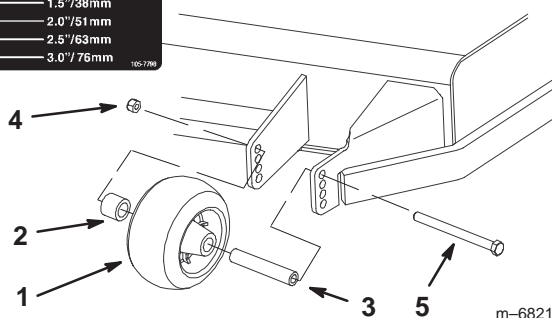

Figure 19
2. Après avoir réglé la hauteur de coupe, réglez les galets en retirant l'écrou à collerette, la bague, l'entretoise et le boulon (Fig. 19).
3. Choisissez le trou pour que le galet de protection du gazon se trouve le plus près possible de la hauteur de coupe correspondante voulue (Fig. 19).
4. Posez l'écrou à collerette, l'entretoise, la bague et le boulon. Serrez à 54–61 Nm (40–45 pieds-livres) (Fig. 19).